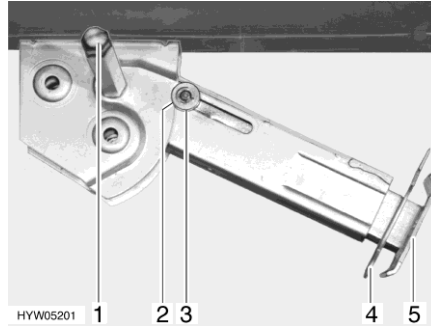

Bild 28 Stödben
- Placera hylsnyckeln på sexkanten (Bild 28,1) och vrid runt den tills stödbenet står rakt neråt.
- Drag ut sprinten (Bild 28,4) ur stödbensförlängningen (Bild 28,5).
- Placera hylsnyckeln på sexkanten (Bild 28,1) och vrid runt den tills stödbenet inte längre sitter mot marken.
- Skjut in stödbensförlängningen (Bild 28,5) helt och sätt in sprinten (Bild 28,4) i borrhålet på stödbensförlängningen.
- Vrid på sexkanten (Bild 28,1) med hylsnyckeln tills stödbenet har svängts upp och styrbrickan (Bild 28,3) befinner sig längst upp i skåran (Bild 28,2).